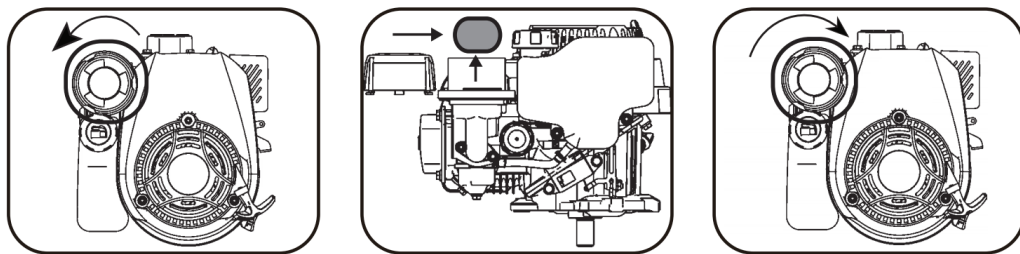

Рис. 16
1. Откройте крышку воздушного фильтра и извлеките фильтрующий элемент (рис. 16)